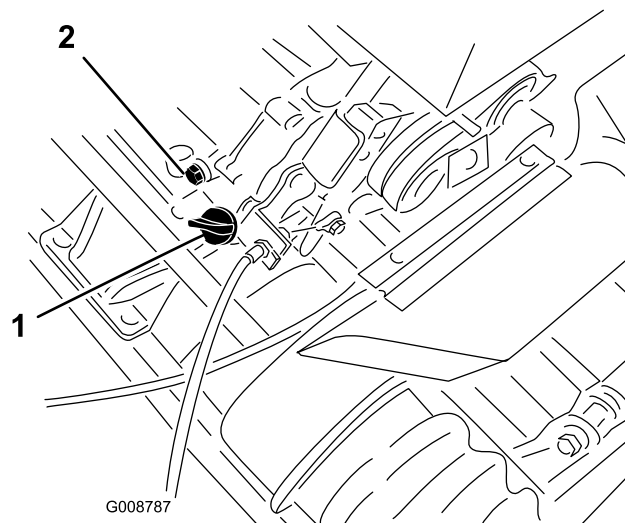

Bild 22
1. Stellen Sie die Maschine so, dass der Motor eben ist und reinigen Sie dann den Bereich um den Ölpeilstab (Bild 22).
2. Stellen Sie eine Auffangwanne hinten an der Maschine unter die Ablassschraube (Bild 22).